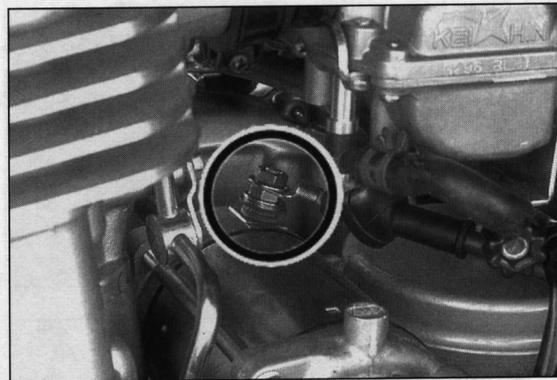
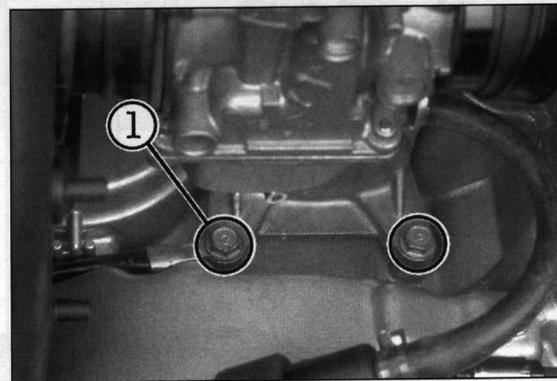

Bild 131
Bild 132
- Pluskabel (Bild 131) vom Starter trennen, zwei Befestigungsschrauben (Bild 132) herausdrehen.
- O-Ring geölt in Nut des Frontdeckels einsetzen, Starter von rechts einsetzen. Befestigungsschraube ① Bild 132 mit Massekabel anschliessen.